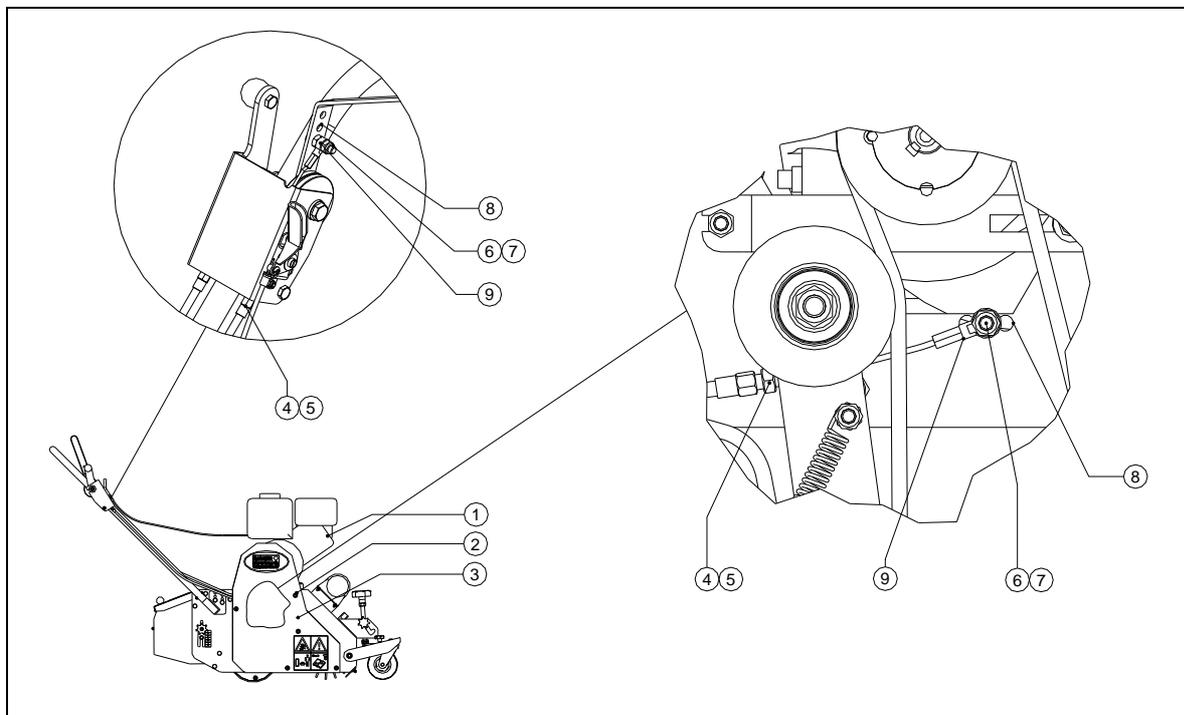

Abb. 18
2. Schaltbare Spannrolle zum Antrieb der gesamten Maschine 1 (siehe Abb. 18)
## Schaltbare Spannrolle für den Antrieb der gesamten Maschine (Siehe Abb. 18)